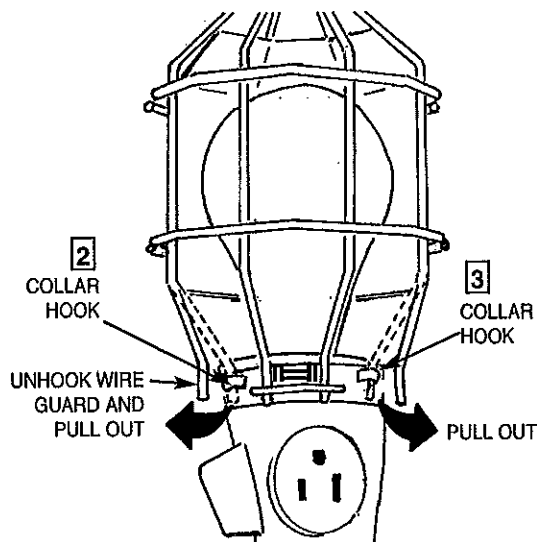

FIGURE 3
- Switch Model (Fig. 3) • Install sleeve around switch/socket assembly and insert unit into handle.
6. **Modelo del interruptor** (Fig. 3) - Instale el manguito alrededor del conjunto del interruptor/enchufe e inserte la unidad en el mango.